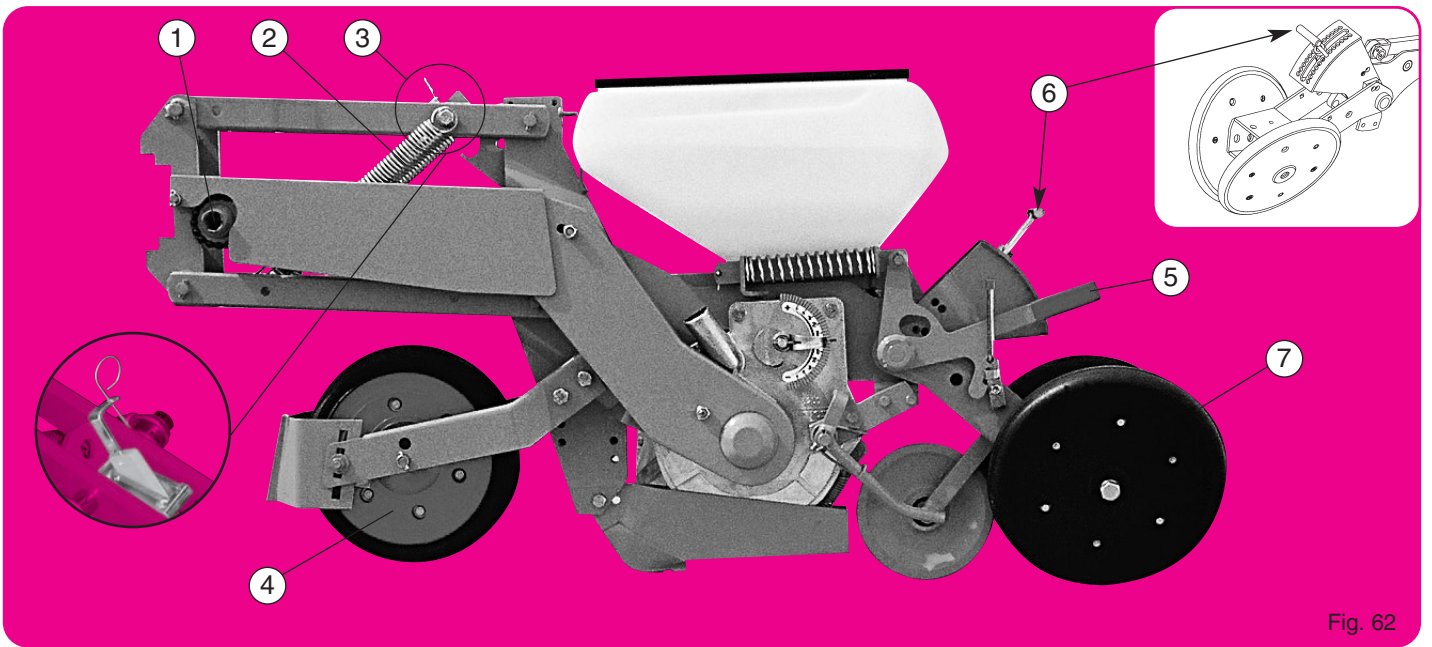
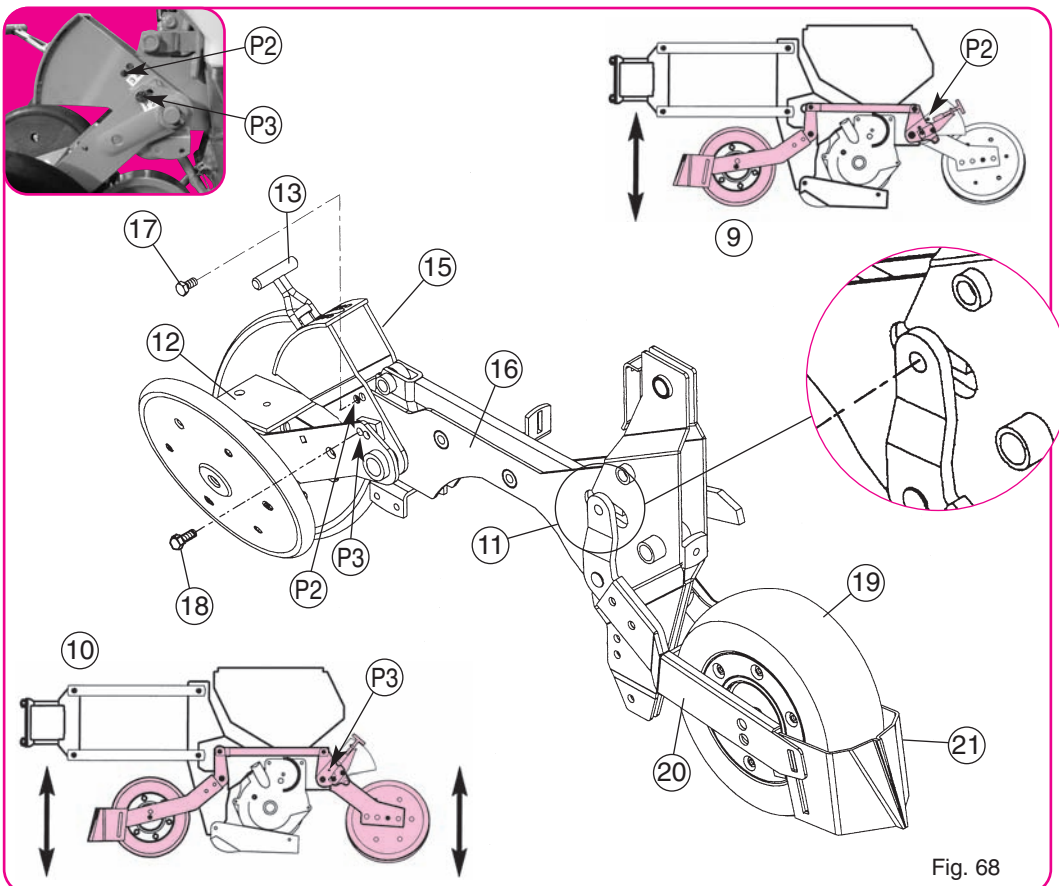

Fig. 62
Fig. 68
**Version de base** (fig. 62) élément monté sur parallélogramme, terrage par balancier - système à crans (fig. 62)
**ATTENTION :** avec roue avant ou double disque + roues accolées : au travail, le 3ème point du tracteur sera à régler pour permettre un débattement convenable : Axe ⑪ fig. 68 au centre de la lumière.
- ① Système de sécurité (fig. 62) : il provoque un crabotage sonore en cas de blocage de la distribution. Un arrêt est alors obligatoire (voir page 29). Graisser les dents du crabot à la mise en route pour faciliter les premiers déclenchements.
- ② Ressorts de parallélogramme : ils accentuent le poids de l'élément. En cas de trop forte pénétration, les ressorts peuvent être supprimés (1 ou les 2).
- ④ Roue avant 300 x 100, axe monté sur trou inférieur pour terrage peu profond (betterave)
- ⑤ Bras de tension ressort. Ce levier permet de répartir le poids de l'élément sur les roues avant-arrière.
- ⑥ Réglage du terrage (fig. 62) par crans.
- ⑦ Réglage de l'écartement des roues (fig. 62) : 2 bagues sur moyeux que l'on place, soit côté inférieur, soit côté extérieur, permettent d'obtenir 2 écartements à la base. Utiliser les roues resserrées pour semis superficiels (1 à 3 cm).
- ⑨ Fig. 68 : Terrage sur roue avant, à partir de l'élément betterave (fig. 62), il faut supprimer la vis ⑩ en P3, le bloc arrière ⑪ est libre. Le secteur ⑫ doit être fixé sur le corps ⑬ par la vis ⑭ en P2. La profondeur de mise en terre est obtenue en modifiant la position de la roue avant en actionnant le levier ⑮ (réglage par crans).
**Basic version** (fig. 62) element mounted on a parallelogram, depth control via swinging arm, notch system (fig. 62) - 300 x 100 self-cleaning front wheel with clod remover - beetroot share - stainless steel tyre intermediate roller - self-cleaning inclined rear wheels - 20 litre grain tank.
**ATTENTION :** When using front press wheel or double disc openers with side press wheels. When operating, the top link of the tractor has to be adjusted. Axle ⑪ fig. 68 at the centre of the opening.
- ① Safety system (fig. 62) : this causes the clutch to sound in case of a blockage in the metering system. When this clutching sound is heard, stop the machine immediately (see page 29).
- ② Parallelogram springs : these increase the element's weight. If the penetration is too great, the springs may be removed (one or both).
- ④ 300 x 100 front wheel, axle mounted on lower hole for shallow depth control (beetroot).
- ⑤ Torque arm with spring. This lever allows the element's weight to be distributed between the front/rear wheels.
- ⑥ Depth control adjustment (fig. 62) via notches.
- ⑦ Adjustment of the spacing of press wheels (fig. 62) : placing the 2 bushings on the inside or the outside of the wheel hub allows for 2 basics widths. Use the narrow setting for shallow seeding (1-3 cm) (3/8 - 1 1/2").
- ⑨ Fig. 68 : Depth via the front wheel, using the beetroot element (fig. 62) The P3 screw ⑩ must be removed to release the rear unit ⑪. The sector ⑫ must be secured to the body ⑬ via the P2 screw ⑭. The planting depth is adjusted by changing the position of the front wheel using the lever ⑮ (adjustment via notches).
Grundausführung (Abb. 62): Vorrichtung auf Parallelgramm, Tiefenregulierung über Heckblock, Rastersystem. (Abb. 62) Selbstreinigendes Vorderrad 300 x 100 mit Klutenräumer. Zuckerrüben-Schar. Zwischenrolle mit Edelstahlradstreifen. Geneigte Hinterräder mit Selbstreinigung. Saatgutbehälter 20 Liter.
**ACHTUNG:** Wenn die vordere Andruckrolle oder Doppelscheibenschar mit Andruckrollen montiert sind - Das Schraubenloch soll genau in der Mitte vom Schlitz sein, wenn die Sämaschine in der Arbeitsstellung ist. Achse ⑪ Abb. 68 In der Mitte der länglichen Lochform.
- ① Überlastsicherung (Abb. 62): Wenn die Säscheibe blockiert ist (durch Einwirkung von Fremdkörpern) spricht die Überlastsicherung an durch ein knarrendes Geräusch. Halten Sie sofort die Maschine an um die Ursache festzustellen (siehe Seite 29). Bei der Inbetriebsetzung sind die Zähne der Kupplung zu schmieren, um das Auslösen der Kupplung zu erleichtern.
- ② Federn am Parallelgramm: zur Gewichtserhöhung. Bei zu tiefem Einsinken kann man die Federn entfernen (eine, oder beide).
- ④ Vorderrad 300 x 100, Achse in unterem Loch bei geringer Arbeitstiefe (Zuckerrüben).
- ⑤ Spannarm an Feder. Dieser Hebel verteilt das Gewicht der Vorrichtung gleichmäßig auf die Vorder- und Heckräder.
- ⑥ Einstellung Arbeitstiefe (Abb. 62) mit Rastersystem.
- ⑦ Weiteinstellung der Andruckrollen (Abb. 62): Beim Einsetzen der Distanzhülsen auf der einen oder anderen Seite der Achse, können zwei verschiedene Weiten der Andruckrollen erzielt werden. Bei oberflächlicher Aussaat (1 bis 3 cm) sind die eng liegenden Andruckrollen zu verwenden.
- ⑨ Abb. 68: Tiefenregulierung über-Vorderrad, mit Zuckerrüben-Teil (Abb. 62), hier Schraube ⑩ in P3 lösen, das Heckteil ⑪ ist dann frei. Sektor ⑫ muss mit Schraube ⑬ an ⑭ in P2 befestigt werden. Einstellung der Arbeitstiefe am Hebel ⑮ des Vorderrades (Rastersystem).
Базовая версия (рис. 62) высевальной секции, установленной на параллелограмме, глубина регулируется через задний рычаг по меткам (рис. 62) – переднее колесо 300 x 100 с комьеотводом - стандартный свекловичный киль – промежуточное прикатывающее колесо из нержавеющей стали -самоочищающиеся наклонные задние прикатывающие колеса - 20-литровый бункер для зерна.
При использовании переднего колеса или колеса с двойным открывающим диском и задних прикатывающих колес, центральная тяга навески трактора должна быть отрегулирована. Ось ⑪ рис. 68 должна располагаться в центре продольного отверстия.
- ① Предохранительная система (рис. 62): эта кулачковая муфта заставляет звучать в случае блокировки высевального аппарата. Когда слышен звук, немедленно остановите машину (см. страницу 29).